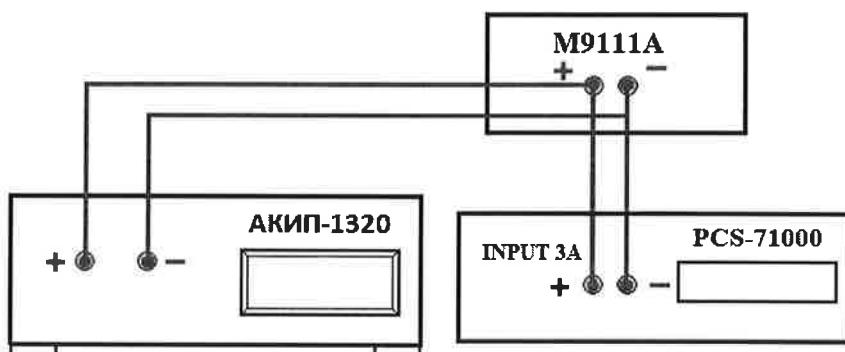

Рисунок 6 – Структурная схема соединения приборов для определения нестабильности силы тока на выходе при изменении напряжения на нагрузке от  $U_{макс}$  до 0
- значения напряжений устанавливать в поле «Voltage Level», значения силы тока – в поле «Current Limit» (см. рисунок 6); в поле «Priority Mode» выбрать «Current»;
- абсолютную погрешность воспроизведений силы постоянного тока определить по формуле (1):
– разъемы поверяемого источника соединить при помощи измерительных проводов с соответствующими разъемами шунта токового PCS-71000 и нагрузки АКИП-1320 (см. рисунок 6);